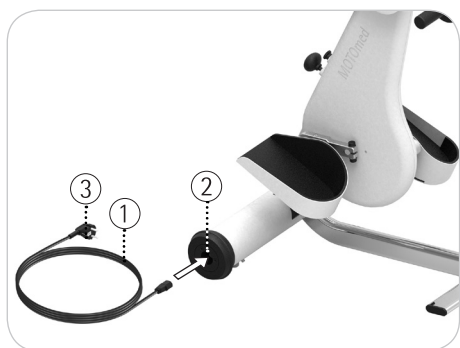

Fig. 4.4
- se Fig. 4.4 Koble først strømledningen ① til kjølekontakten ② i hjulnavet til MOTOmed. Se til at den er godt festet. Sett så støpselet ③ på strømkabelen ① i et uttak i rommet der du befinner deg. Stikkontakten ③ og kjølekontakten ② må være fritt tilgjengelig slik at MOTOmed kan tas ut og inn uten hindringer.